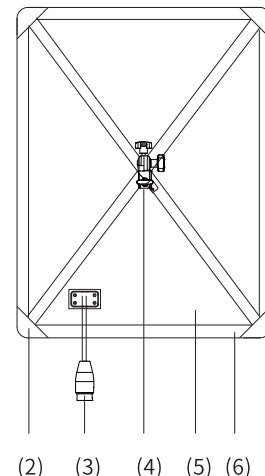
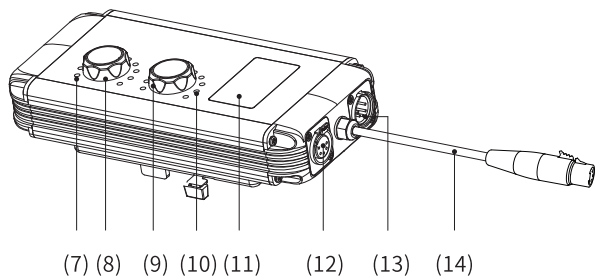
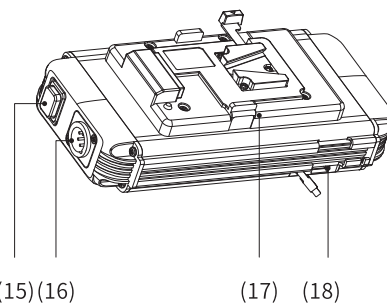

图3 SL-100P
图4 控制盒
图5控制盒
本产品可任意弯曲使用,用户可根据使用需求将灯具固定于椅背、车顶或其他狭小空间,亦可如图3所示,使用X支架将灯体撑起来使用。
注:选购弧形柔光罩、鸡蛋格柔光箱的用户,先如图3所示将灯体撑起来,然后将组装好的弧形柔光罩、鸡蛋格柔光箱通过魔术贴固定在灯体上即可正常使用。
灯具根据使用需求安装完成后,将控制盒输出线(图4 ⑭所示)与灯体输入连接线(图3 ③所示)可靠连接,打开电源开关(图5 ⑮),设置好预期灯光参数,即可正常使用。
通过旋转色温/亮度调节旋钮(图4 ⑧/⑨)即可完成色温及亮度参数设置,色温及亮度参数范围如下:
长按色温调节旋钮(图4 ⑧)约2s,即可完成DMX通信模式(图6)或Group分组控制模式(图9)切换。
长按亮度调节旋钮(图4 ⑨)约2s进入DMX地址设置界面(图8),通过亮度调节旋钮(图4 ⑨)设置DMX地址参数,DMX通信地址设置范围:001-512。
- 旋转亮度调节旋钮(图4 ⑨)设置当前位;
- 按压亮度调节旋钮(图4 ⑨)确定当前位的设置并进入下一位的设置;
长按亮度调节旋钮(图4 ⑨)约2s进入Group组别参数设置界面(图11),通过亮度调节旋钮(图4 ⑨)设置Group组别参数,Group组别参数设置范围:1-8,停止操作后等待约5s或按压亮度调节旋钮退出Group组别参数设置界面。
USB接口(图5 ⑧)为预留接口,请根据本公司相关产品的指定环境使用,不可用于其他用途,以免造成损失。